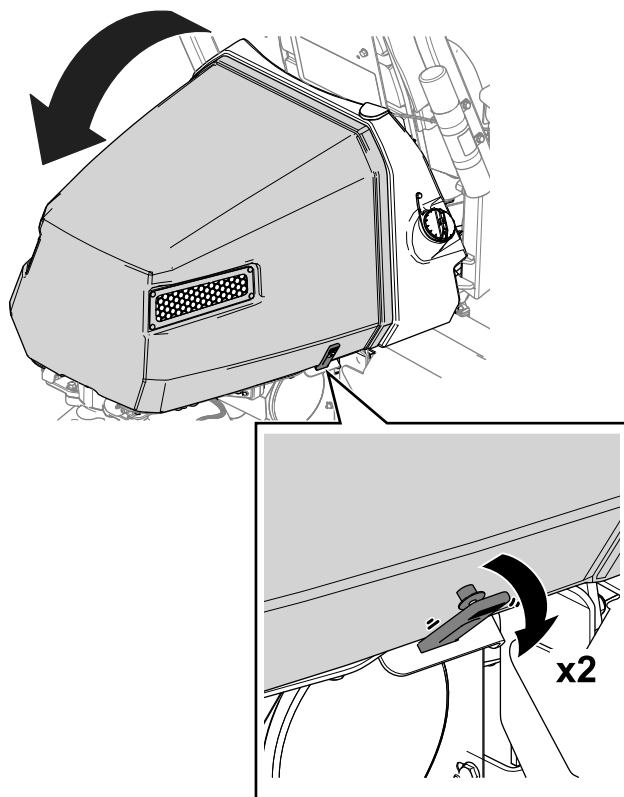

図 45
1. フードの両側でストラップを外す 図 45。
2. フードを上げる 図 45。